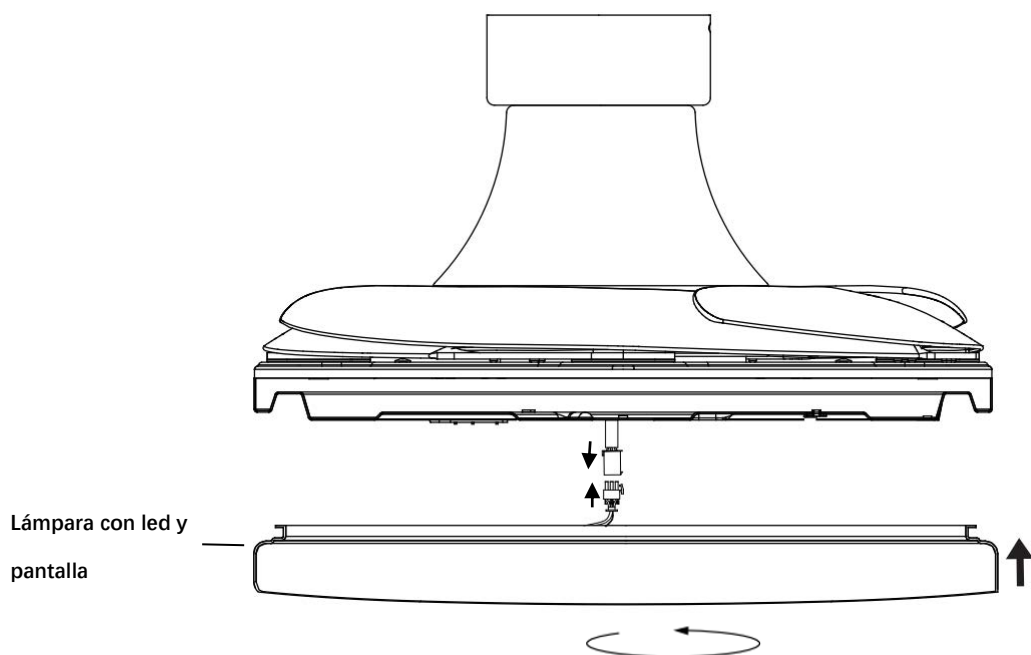

Fig. 7
3. Apriete el tornillo (2) a la placa de la lámpara. Apriete los tres tornillos. No apriete en exceso.
4. Conecte el conector rápido a la lámpara con led y pantalla. (Fig. 7)
5. Por último, instale la lámpara con led y pantalla a su placa girándola en sentido horario (Fig. 7).